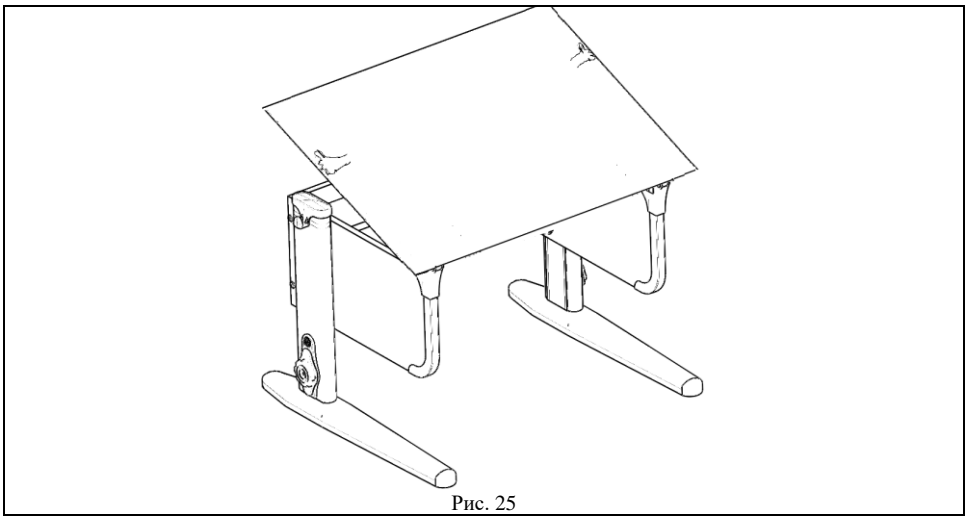

Рис. 25
6.5.1. Приподнять столешницу (держась за дальний левый или правый угол столешницы) до фиксации на нужный угол наклона. См. рис. 25.